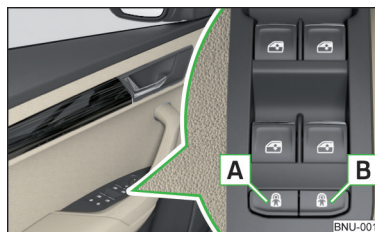

Fig. 53
- Pentru **activarea/dezactivarea** siguranței pentru copii din portiera stânga spate, apăsați tasta **A** din portiera șoferului » fig. 53.